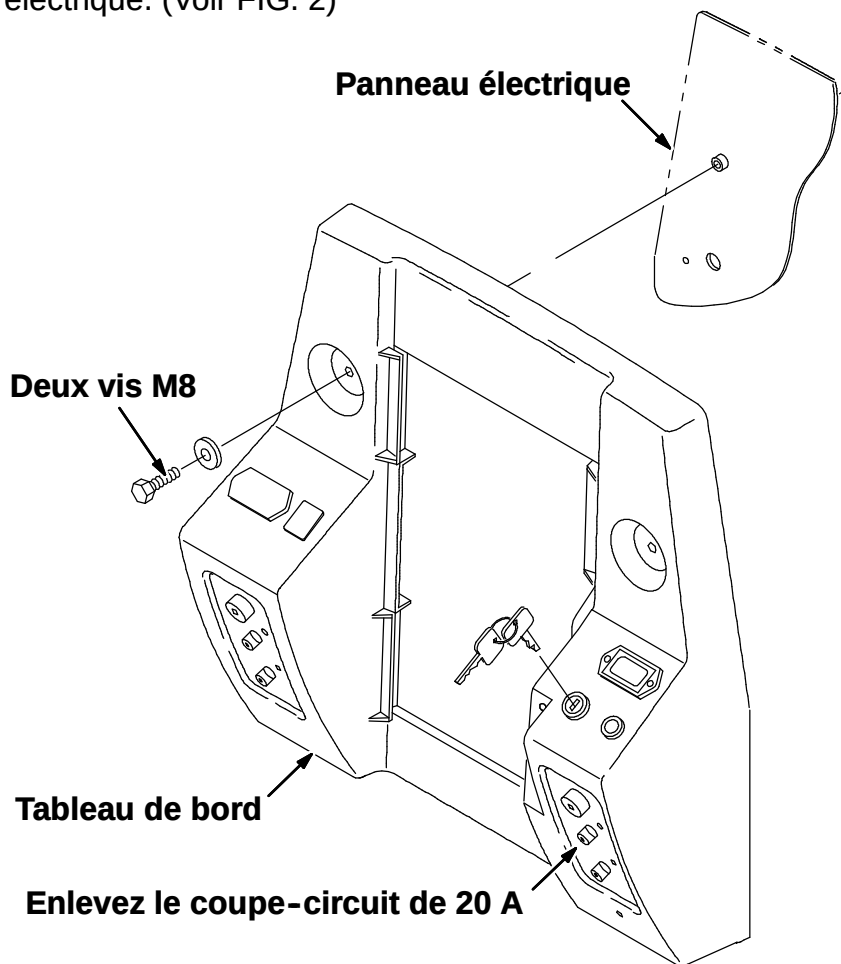

FIG. 2 - Assemblage du tableau de bord
(Voir FIG. 2 et FIG. 3)
3. Mettez le joint de la plaque de montage de l'extracteur double (6) sur la plaque de montage (5).
4. Montez l'assemblage de l'extracteur double sous le réservoir de solution au moyen des trois vis à tête hexagonale M8 (2).
6. Enlevez les deux vis à tête hexagonale M8 fixant la partie supérieure du tableau de bord au panneau électrique. (Voir FIG. 2)
12. Mettez le nouveau coupe-circuit de 40 ampères (3) sur le tableau de bord et montez-le avec deux vis à tête cylindrique.
13. Faites pivoter l'assemblage du tableau de bord vers le panneau électrique. Remettez les deux vis à tête hexagonale M8 et serrez. (Voir FIG. 2)